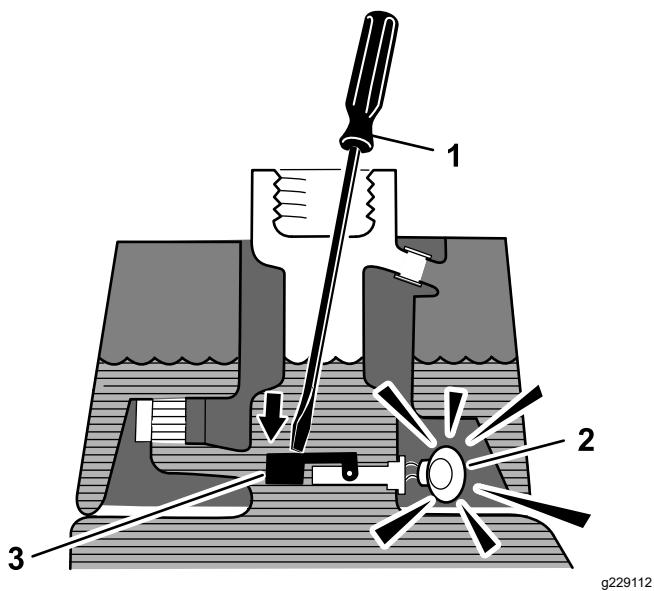

図 18
3. 汚れのついていない鉄の棒やねじ回しなどをタンクの首から差し込んで、フロートスイッチ図 18を押し下げる1秒後にアラームがなれば正常。